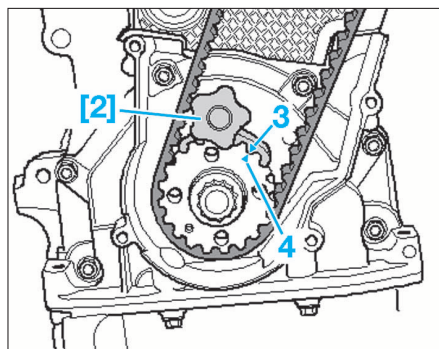

FIG. 11
- [2]. Outil de blocage de vilebrequin (ref. T10100) (Fig.11).
- Mettre en place l'outil [2] sur le pignon de vilebrequin (Fig.11). Les repères (3 et 4) doivent alors être face à face.